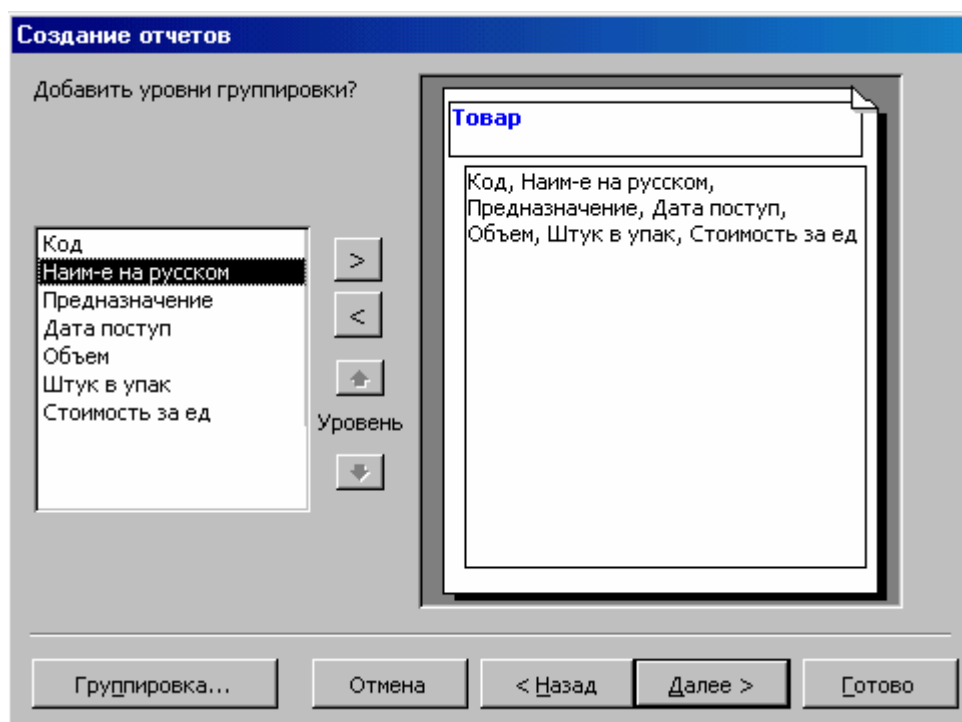

Рис. 6.6. Группировка данных по наименованию товара
- щелкните по кнопке  Таким образом вы задаете группировку данных по наименованию товара (рис. 6.6);